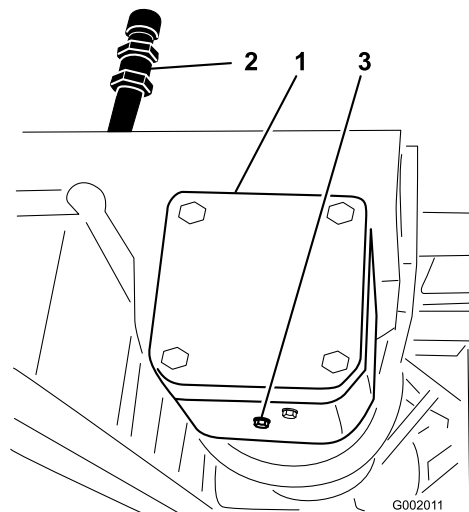

Figura 73
2. Mettete una bacinella sotto il tappo di spurgo, sulla scatola ingranaggi della trasmissione della pompa (Figura 73).
3. Togliete il tappo di riempimento ed il tappo di spurgo (Figura 73), e lasciate defluire l'olio nella bacinella.